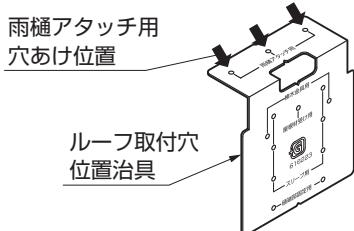

図11-2
①ルーフ取付穴位置治具を樋にあて、ケガキ、ドリルで水抜き穴φ36と雨樋アタッチメント取付穴φ3.2をあけてください。(図11-2、図11-3参照)